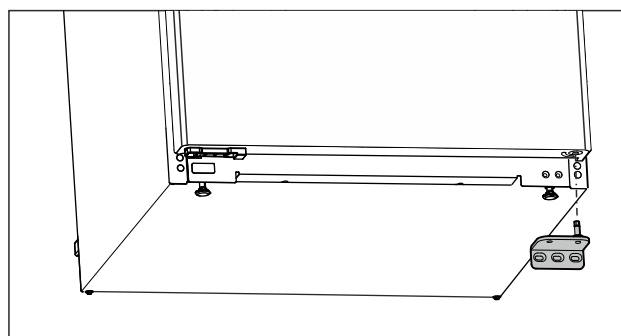

Fig. 7
- ▶ Retirer le support de palier vers le bas. (voir Fig. 7)